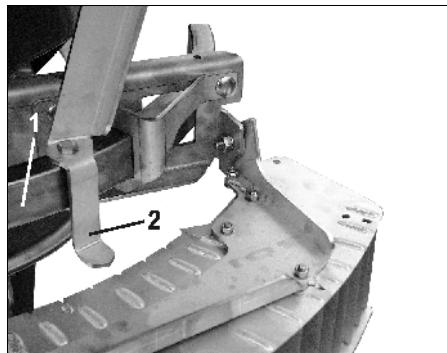

Рис. 44
- Отражающий щиток переместите на дугообразной направляющей (Рис. 44/1) настолько, чтобы указатель (Рис. 44/2) стал на устанавливаемое значение в соответствии с расчетной таблицей распределения (Рис. 42).